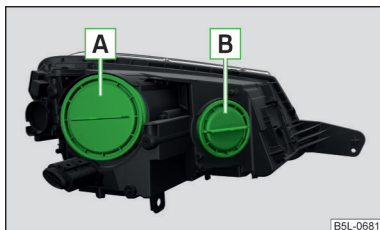

Fig. 197
emplacement des ampoules » fig. 197
➤ Tourner le cache de protection » fig. 197 à la page 230 dans le sens antihoraire et le retirer.
- Replacer le cache » fig. 197 à la page 230 et le tourner dans le sens horaire jusqu'à la butée.